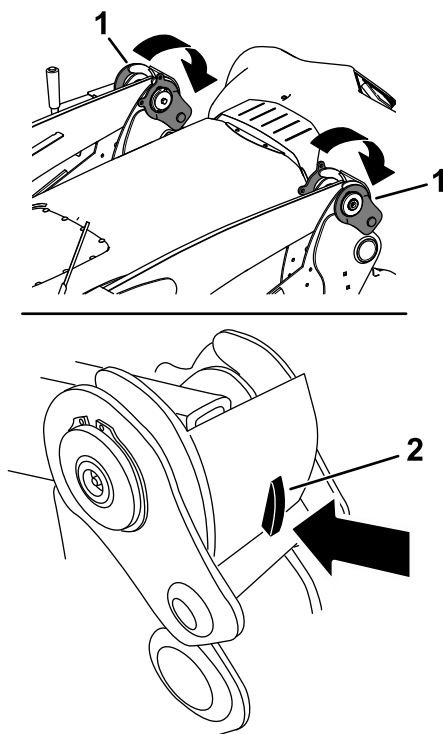

Figure 54
7. Verrouillez les bras de la chargeuse sur la machine en les abaissant jusqu'à ce que le dispositif de blocage maintienne les verrous en place (Figure 54).